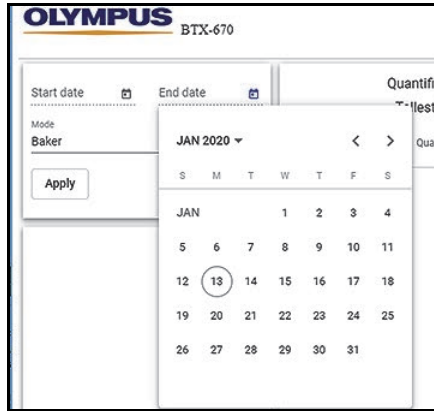

图 5-6 日期/模式对话框
- 在**Date/Mode**（日期/模式）对话框中（参见第71页的图 5-6），使用日历中的日期查找结果（可选方式）。